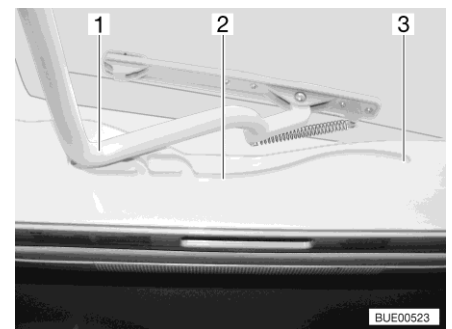

Bild 81 Spår (Heki-taklucka)
- Dra in bygeln (Bild 81,1) i spåren (Bild 81,2) till den bakersta positionen (Bild 81,3).
- Tryck bygeln (Bild 81,1) lätt uppåt med båda händerna.
- Drag bygel till önskad position i spåret (Bild 81,2).